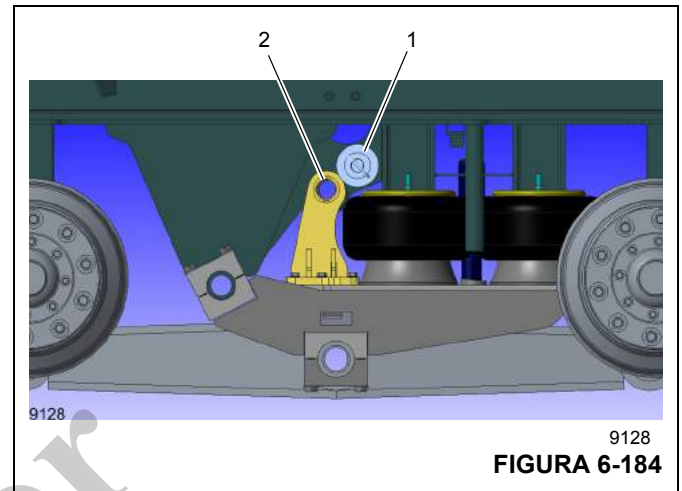

FIGURA 6-184
1. Retire el pasador de su lugar de almacenamiento (1, Figura 6-184).
2. Inserte el pasador en el agujero (2). Podría ser necesario inflar o desinflar las bolsas de aire para alinear los agujeros.